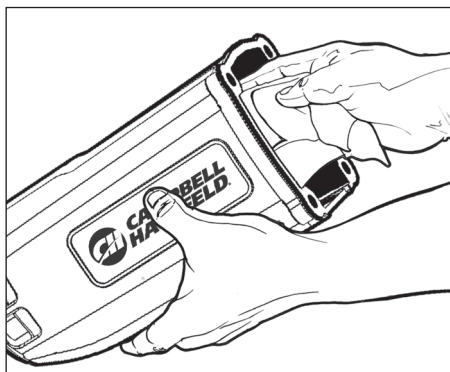

Figure 12
3. Utiliser un chiffon propre pour essuyer le restant de nettoyant dégraissant et de saleté (voir la figure 12). Répéter l'étape 2 pour retirer les gros dépôts et les résidus restants.